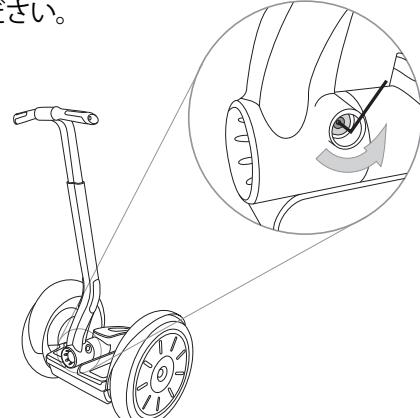

図 1. LeanSteer フレームを固定しているファスナーを緩める
1. 5mm 六角レンチを使って、LeanSteer フレームのボルトを外します。このボルトは将来必要になる場合があるため、安全な場所に保管してください。図 1 を参照してください。